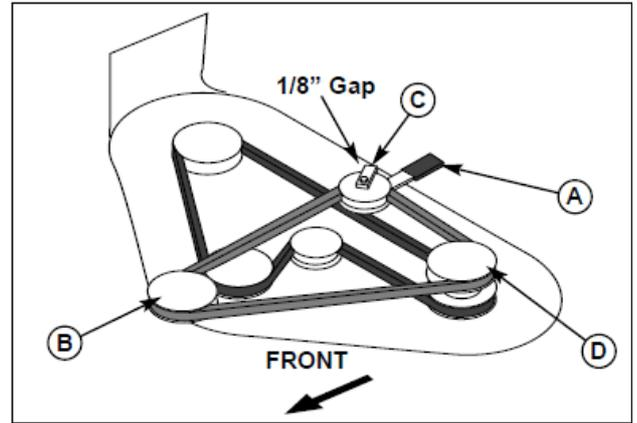

図 41 モアベルトの取り回し
2. ベルト張力を軽減するために、アイドラ・アーム（図41のA）を動かしてください。PTO（電磁クラッチ）プーリーから、ベルトを外してください。
3. アイドラプーリーベルトガイド（図41のC）を固定しているナットとロックワッシャを緩めてください。
6. 図41を参照して、アイドラプーリーベルトストップ(C)をプーリーとベルトストップの間を3mmとしてください。